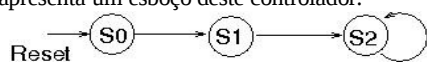
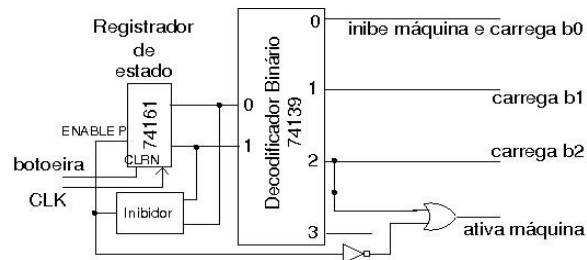

Figura 1: Diagrama de estados.
Figura 2: Controlador.
- Projete um controlador da entrada do estado inicial  $b_2b_1b_0$  à máquina de estados do item (d) através de uma chave e duas botoeiras. Os estados do controlador são:  $S_0$  (máquina de estados inibida e valor da chave carregada em  $b_0$ );  $S_1$  ( $b_1$  carregado);  $S_2$  ( $b_2$  carregado e máquina de estados ativada), conforme mostra a Figura 1. Utilize mais uma chave para definir o valor da entrada E. A Figura 2 apresenta um esboço deste controlador.
sinais do circuito da Figura 2. Adicione a cada pino de saída um *flip-flop* D. Podemos aproveitar os sinais da botoeira e/ou do CLK para gatilhar estes FFs? Como? Justifique a sua solução. Faça o mesmo conjunto de simulações com a nova solução e compare as formas de onda. Qual é a função dos *flip-flops*?